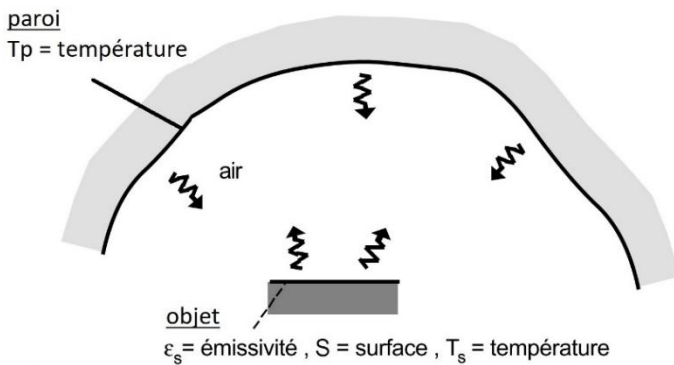

Figure 15. Echange par rayonnement entre un objet et une paroi qui l'entoure
- ★ Considérons le cas d'un **petit objet opaque et convexe, entouré d'une paroi de grandes dimensions** (voir figure 15).